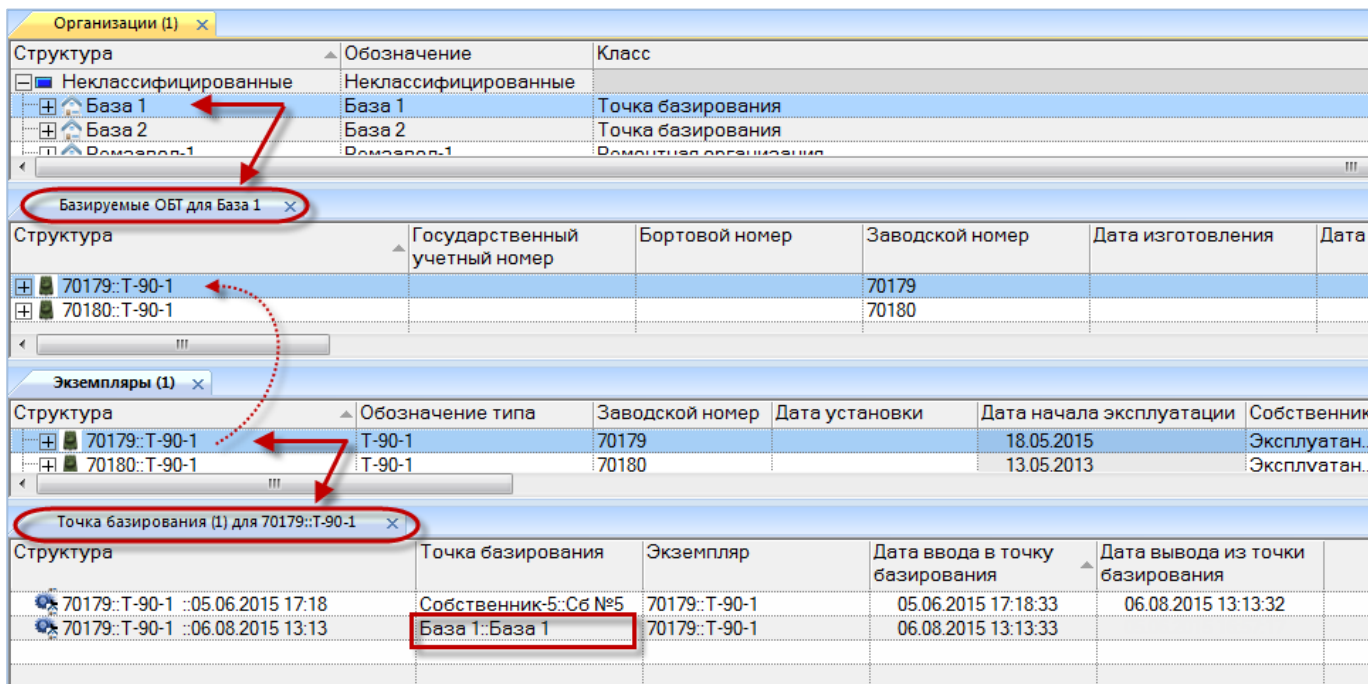

Рис. 22-44 – Назначение точки базирования перетаскиванием экземпляра ФИ в окно связанных объектов «Базируемые экземпляры ФИ» для организации
3) Открывается окно связанных объектов, в котором перечислены все экземпляры ФИ, которые в настоящий момент базируются в выбранной организации (рис. 22-44).
4) При перетаскивании экземпляра ФИ в окно связанных объектов «Базируемые экземпляры ФИ» (1 на рис. 22-44) создается движение в организацию – точка базирования. Если у данного экземпляра ФИ ранее уже была назначена точка базирования, то предыдущее движение будет закрыто.